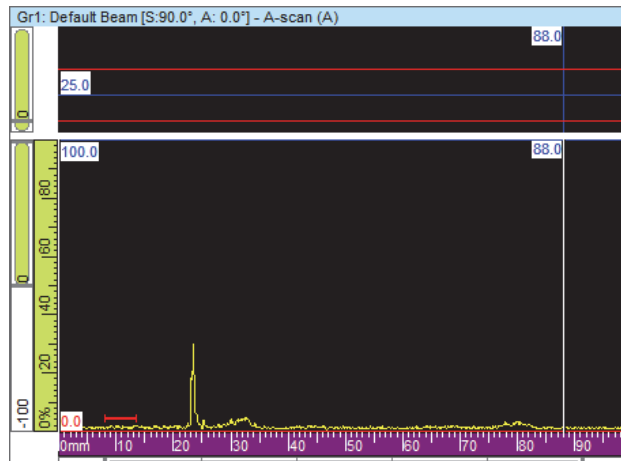

Figura 4-30 Representación A-scan antes de agregar el primer punto TCG
5. Coloque la sonda para obtener ecos correctamente definidos en la representación A-scan (ver Figura 4-30 en la página 137).